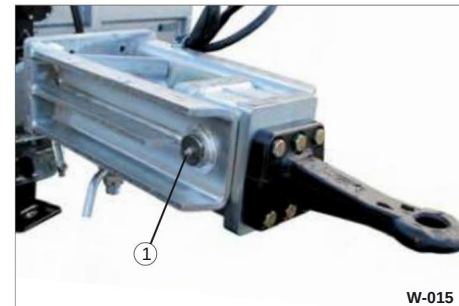

Fig. 18 Smøring af drejeaksen
• Smør med en fedtsprøjte drejeaksen ved smøreniplen (fig. 18/1), indtil fedtet kommer ud.